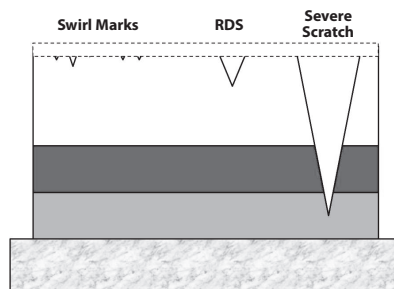
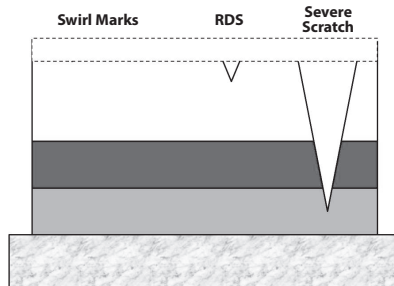
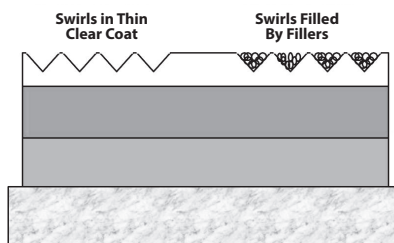
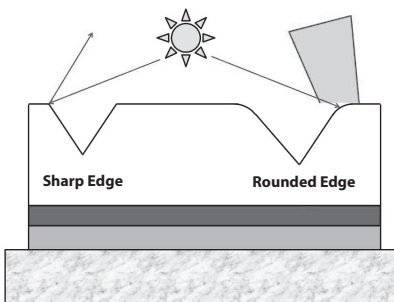

Abb. 11
Abb. 12
Abb. 13
Abb. 14
- Im Falle von sehr feinen, flachen „Kratzern“ genügt nur die Verwendung der Poliermasse ohne Schleifmittel, wobei diese flachen Fehler mit der Masse so verfüllt und ausgeglichen werden, dass sie nicht mehr zum Vorschein kommen, siehe Abb. 13.
➔ **Feine Kerben „swirl marks“**, wie auf der Abb. 11 zu sehen, sind feine Kerben, die unter Verwendung von Schleifmittelpasten vollständig ausgeschliffen werden können, siehe Abb. 12, oder - falls sie fein und flach sind - können Sie mit der Poliermasse ausgefüllt und auspoliert werden, sodass sie nicht zu sehen sind und daher muss in solchen Fällen keine Schleifmittelpaste verwendet werden, siehe Abb. 13. Dies hängt jedoch von der konkreten Situation ab.
➔ **Tiefe Kratzer** auf der Abbildung 11, die als „RDS“ bezeichnet sind, können mit Schleifpasten verflacht werden - siehe Abb. 12 - und mit der Paste ausgefüllt und auspoliert werden, wie im Falle der feinen Kratzer „swirl marks“, siehe Abb. 13. Die Praxis ist auf der Abb. 3 dargestellt.
➔ **Tiefe Kratzer**, die unter den Lack bis auf die Farbe gehen, sog. „severe scratch“ auf der Abb. 11, können zwar nicht entfernt werden, man kann sie jedoch durch Verwendung von Schleifpasten und Poliermassen weniger auffällig machen. Durch Anwendung der Schleifpaste kommt es zur Abrundung der Kantengrenzen von Kerben und wenn auf diese abgerundete Kante das Licht fällt, wird es nicht abgestrahlt sondern zerstreut, wodurch die Kerbe nicht so auffällig wirkt., siehe Abb. 14.